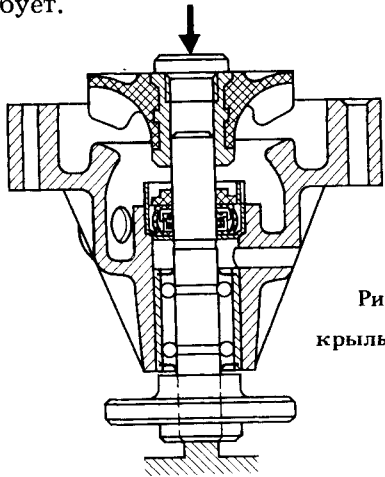

Рис. 75. Напрессовка
- напрессовать крыльчатку на вал подшипника заподлицо с корпусом насоса. Выступание крыльчатки из-за плоскости корпуса должно быть не более 0,2 мм (рис. 75);